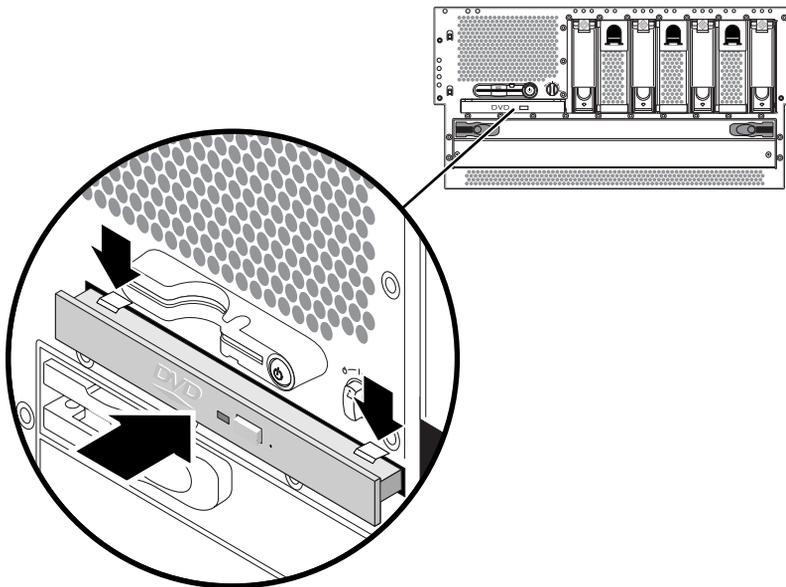

FIGURA A-2 Instalación de la unidad de DVD
5. Introduzca la unidad de DVD en el sistema hasta que las dos lengüetas de bloqueo queden encajadas en su posición con un chasquido (**FIGURA A-2**).